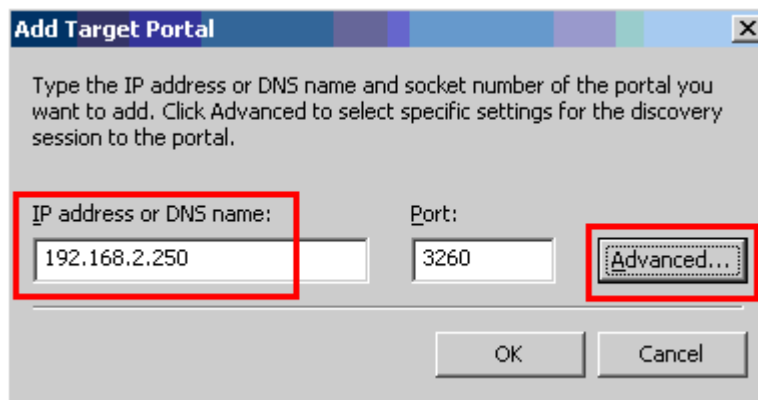

Ilustración 10-10. Cuadro de diálogo Add Target Portal (Agregar portal de destino)
5. En el cuadro de diálogo Add Target Portal (Agregar portal de destino) (Ilustración 10-10), escriba la dirección IP del destino y, a continuación, haga clic en **Advanced** (Avanzado).